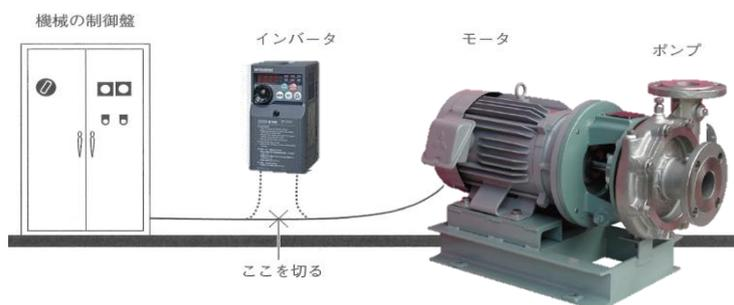

図2 インバータの取付 3)
インバータは図2のようにモータのすぐ前に接続します。
図2に示すとおり、流量をBからAにすると、消費電力はbからaに、若干、下がります。重要なことは、aにはバルブによる消費電力の増加分、すなわち、バルブの抵抗により生じたロスによる消費電力を含んでいることです。このロス分は図1における③から②への揚程の増加分hに比例し、バルブの消費電力 = 電力 a × (h / Y) となります。
ポンプを用いた設備では、図1のように、ポンプは配管内での抵抗および吸込みと吐出の高さの差に勝ち、かつ、所定の流量を出す必要があります。その全揚程は、図2に示すように次式のように成り立っています。全揚程 = 実揚程 + 配管損失水頭 + 吐出し速度水頭 ... ①